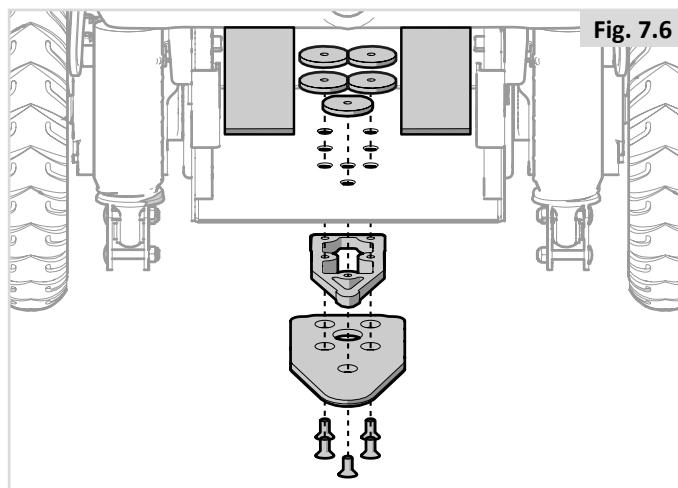

Fig. 7.6
1. Encaixe o espaçador de 8 mm na placa de fixação (Fig. 7.6).